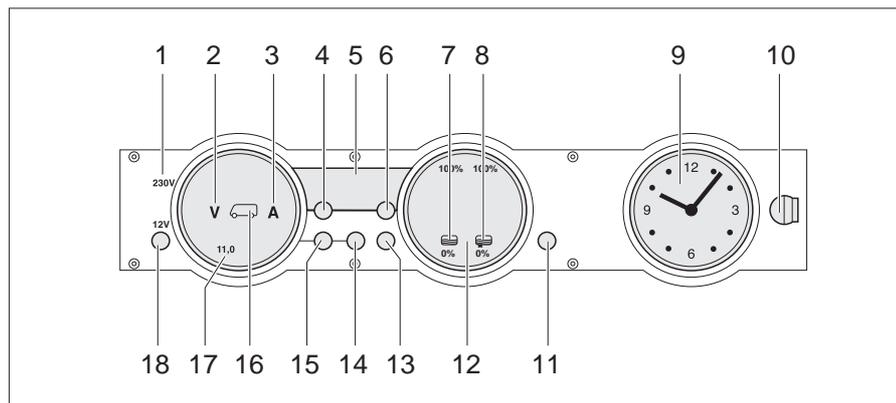

Bild 193 Panel MP 20-T
Die 230-V-Kontroll-Leuchte (Bild 193,1) leuchtet, wenn am Eingang des Elektroblocks Netzspannung vorhanden ist.
Der 12-V-Hauptschalter (Bild 193,18) schaltet das Panel und die 12-V-Versorgung des Wohnraums ein und aus.
- Taste "12 V" (Bild 193,18) kurz drücken. Die 12-V-Versorgung des Wohnraums ist eingeschaltet. Die Kontroll-Anzeige "12 V" leuchtet.
- ▷ Wenn nach dem Einschalten die LED "11,0" der Voltanzeige sowie das Symbol Volt "V" (Bild 193,2) im Anzeigeelement Batterien (Bild 193,17) blinken, dann ist die Spannung der Wohnraumbatterie zu gering. Batterie laden.
- ▷ Wenn nach dem Einschalten die Kontroll-Anzeige "12 V", das Symbol Wohnraumbatterie (Bild 193,16) und das Symbol Volt "V" (Bild 193,2) dreimal blinken, dann ist die Batterietrennung aktiviert. Batterietrennung deaktivieren.
- Taste "12 V" (Bild 193,18) kurz drücken. Die 12-V-Versorgung des Wohnraums ist ausgeschaltet. Die Kontroll-Anzeige "12 V" erlischt.
- Taste Wohnraumbatterie (Bild 193,14) drücken und ca. 10 Sekunden lang gedrückt halten. Die Symbole Volt "V" (Bild 193,2) und Ampere "A" (Bild 193,3) blinken dreimal. Die Wohnraumbatterie ist vom 12-V-Bordnetz getrennt.
- Taste "12 V" (Bild 193,18) drücken und ca. 5 Sekunden lang gedrückt halten. Das Symbol Volt "V" (Bild 193,2) blinkt dreimal. Die Wohnraumbatterie ist mit dem 12-V-Bordnetz verbunden. Die Kontroll-Anzeige leuchtet nach ca. 2 Sekunden.
- Taste Wohnraumbatterie "🔌" (Bild 193,14) drücken. Das Symbol Volt "V" (Bild 193,2) leuchtet. Das Symbol Ampere "A" leuchtet je nach Ladung oder Entladung weiß bzw. rot. Die Batteriespannung und der Strom der Wohnraumbatterie werden über die LEDs im Anzeigeelement angezeigt.
- Taste Starterbatterie "🔌" (Bild 193,15) drücken. Das Symbol Volt "V" (Bild 193,2) leuchtet. Die Batteriespannung der Starterbatterie wird über die LEDs im Anzeigeelement angezeigt.
- Taste Tanks  (Bild 193,13) drücken. Die Symbole Wassertank  (Bild 193,7) und Abwassertank  (Bild 193,8) leuchten. Die Füllstände des Wassertanks (linke Skala) und des Abwassertanks (rechte Skala) werden über die LEDs im Anzeigeeinstrument angezeigt.
Das Symbol Volt "V" (Bild 193,2) und die LED "11,0" blinken, sobald die Spannung der Batterie 11 V (Messung bei laufendem Betrieb) unterschreitet und damit Tiefentladung droht.
Das Symbol Wassertank  (Bild 193,7) oder das Symbol Abwassertank  (Bild 193,8) blinkt, wenn der Wassertank leer oder der Abwassertank voll ist.